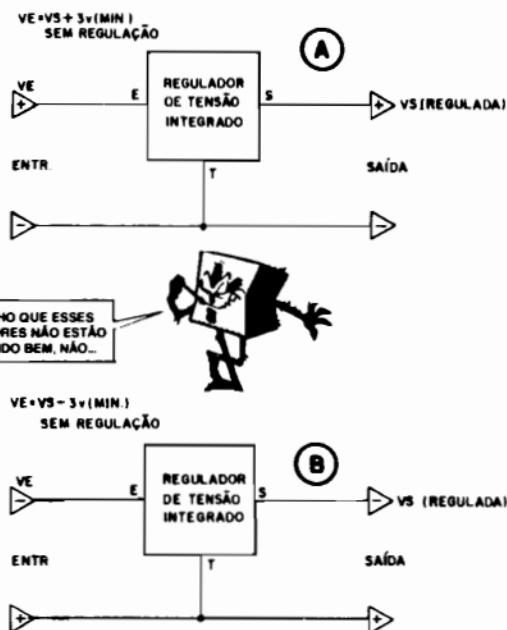

Fig.9
- FIG. 9 - REGULADORES DE TENSÃO - É um importante grupo dentro da "raça" dos LINEARES, com intensas aplicações práticas em circuitos e montagens as mais diversas... "Lá dentro", eles não passam de amplificadores de alta potência relativa, dotados de auto-programação do nível de Tensão de Saída que é fixado através de rígidos parâmetros (inclusive pela presença de diodos zener na malha circuital interna do Integrado...). Basicamente são dotados de apenas três terminais: "T" (terra), "E" (entrada) e "S" (saída). Ao terminal "E" aplicamos a Tensão "bruta", a ser estabilizada e regulada pelo Integrado. No terminal "S" recolhemos a Tensão já "fixada" automaticamente no valor correspondente ao código do Integrado... Existem Integrados desse tipo para regulagem de Tensões positivas ou negativas (diagramas respectivos em 9-A e 9-B...). Pelas suas especiais características, os Integrados Reguladores de Tensão se prestam à utilização nos setores das Fontes de Alimen-